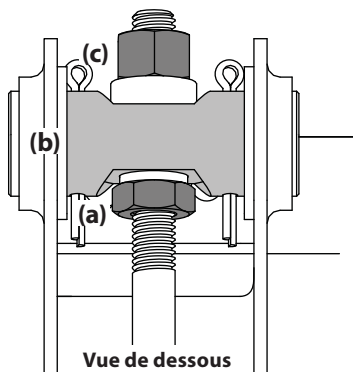

Figure 4-7
5. Pour relever le devant du plateau de coupe, desserrez les écrous autobloquants (a) à l'avant des axes de pivot (b) à l'aide d'une clé. Ensuite, serrez les contre-écrous (c) situés à l'arrière des axes de pivot pour relever le devant du plateau de coupe et le maintenir en place. Voir Figure 4-7.
6. Pour abaisser le devant du plateau de coupe, desserrez les contre-écrous (c) à l'arrière des axes de pivot (b) à l'aide d'une clé. Ensuite, serrez les écrous autobloquants (a) à l'avant des axes de pivot pour abaisser le devant du plateau et le maintenir en place. Voir Figure 4-7.